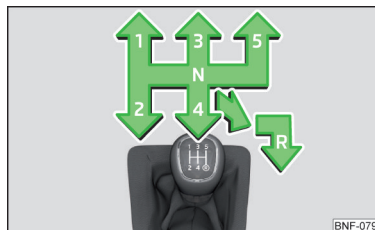

Fig. 124
Sobre la palanca de cambio se presenta el esquema de cambio para cada posición de cambio » fig. 124.
- Presionar la palanca del cambio hacia abajo y coocar completamente hacia la derecha y luego hacia atrás a la posición **R**» fig. 124.